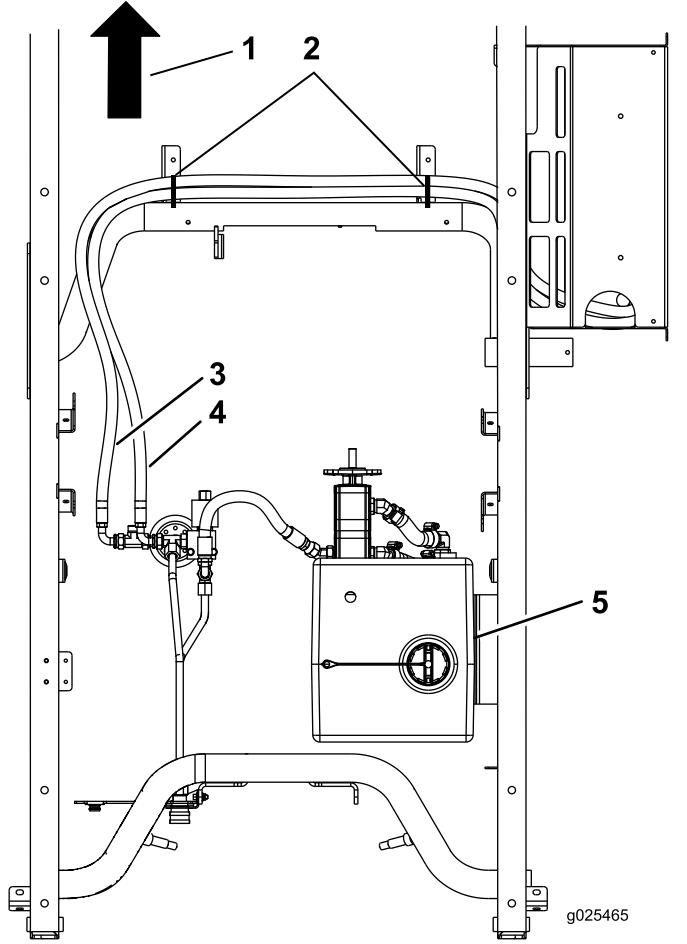

Bild 17
5. Verlegen Sie die langen Schläuche entlang des Rahmens und hinüber zum Kühler (Bild 17).
6. Befestigen Sie die langen Schläuche mit Kabelbinden (Bild 17).